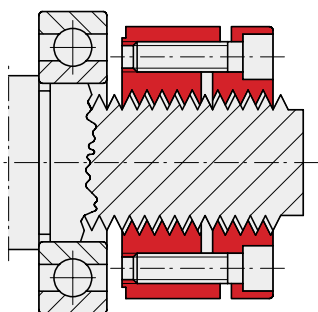

Fig.2
3. 調整・ロックねじを対角的に徐々に締め込みますと、フランクの「遊び」が徐々に除去され、軸芯の一致と座面の直角が得られます。このフランクの「遊び」は本体を前後に傾けることによって確認することができます。さらに調整・ロックねじを締め付けますと回転もできない状態になりますから、この段階では回転方向では若干の抵抗感があるところで終了してください。(Fig.2)